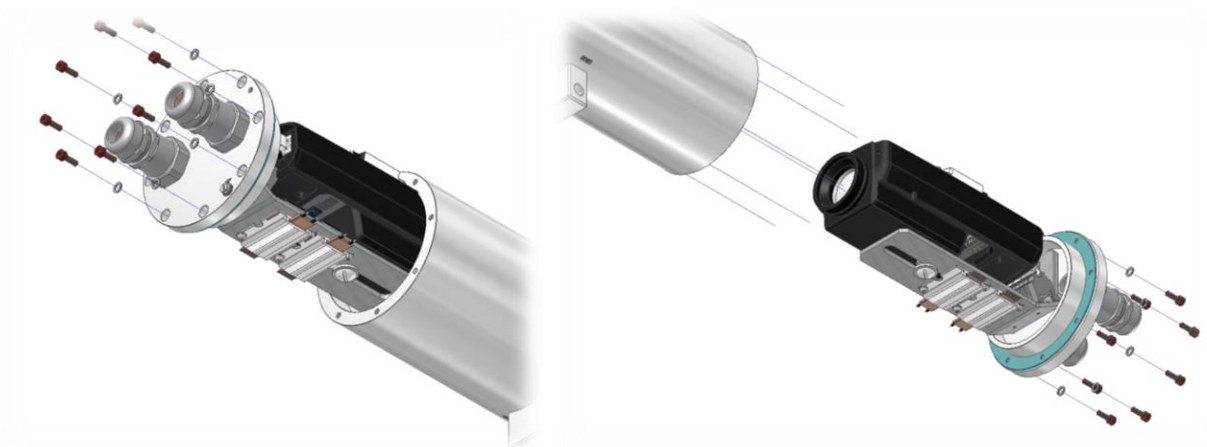

Bild 10-7 Öffnen der ExCam T08-VAx.x.x.x
- Verwenden Sie geeignetes Werkzeug, bzw. den im Lieferumfang enthaltenen Inbusschlüssel und achten auf die zugehörigen Federringe (DIN 127 A), vgl. Abb. 10-7
- Der Kabel- und Zuleitungsflansch ist vorsichtig und äußerst gerade nach hinten herauszuziehen (vgl. Abb. 10-7). Gefahr durch Verkantung! Durch entstehenden Unterdruck kann das Entfernen des Flansches ggf. schwerfällig sein